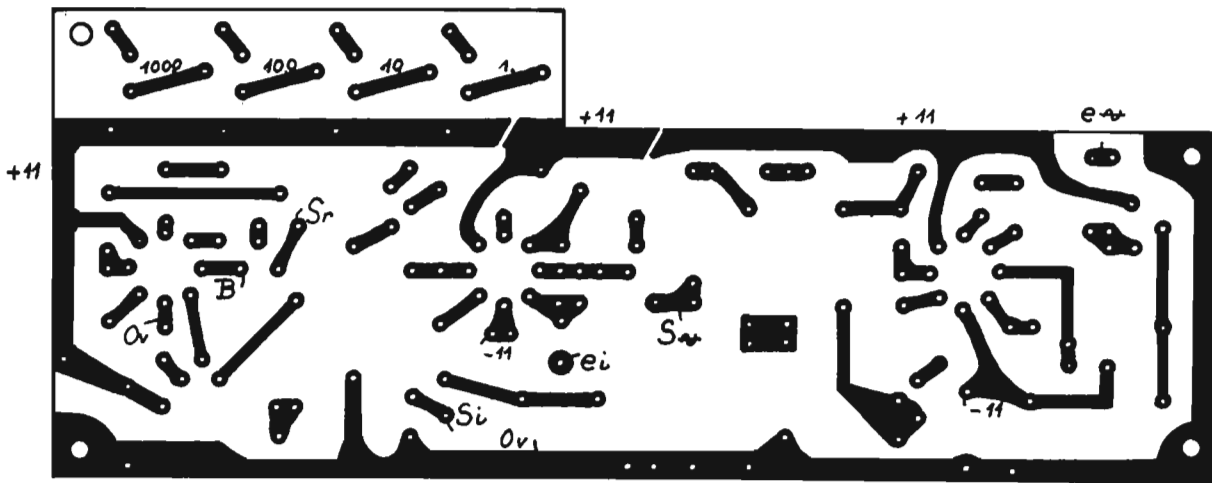

Fig. 35. - Plaquette B.
- Circuit B en simple face. (Fonctions) figure 35.